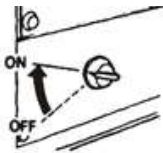

Рис. 53
9.1.1 Перевірте, чи стоїть пусковий перемикач у позиції "ON" (Рис. 53).